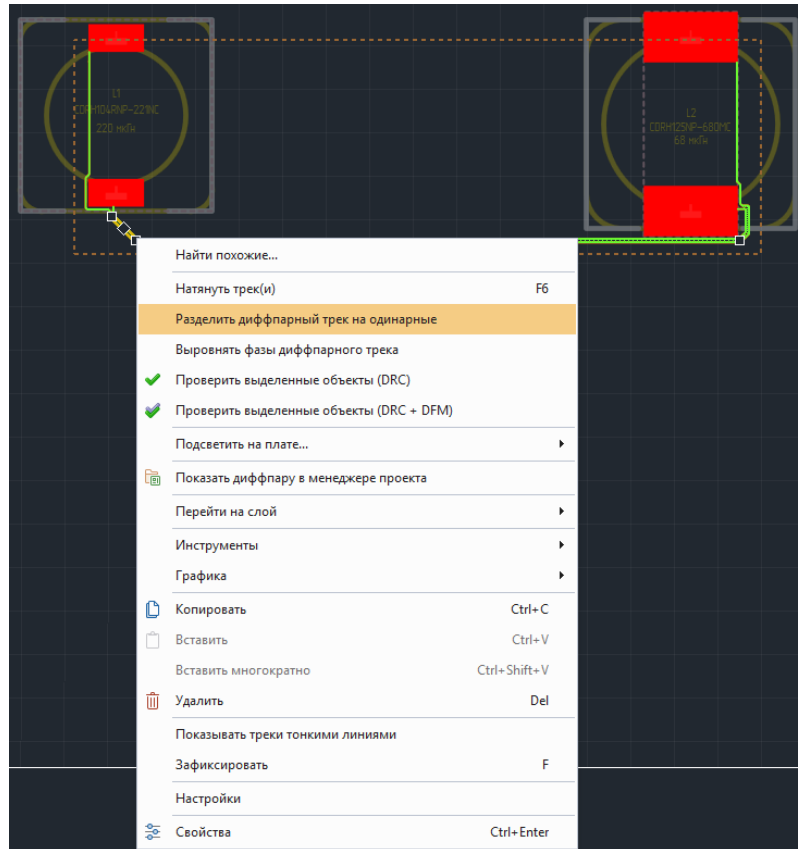

Рис. 314 Разделение дифференциальной пары на одиночные треки
2. Из контекстного меню выбрать пункт «Разделить дифференциальный трек на одинарные», см. Рис. 314.